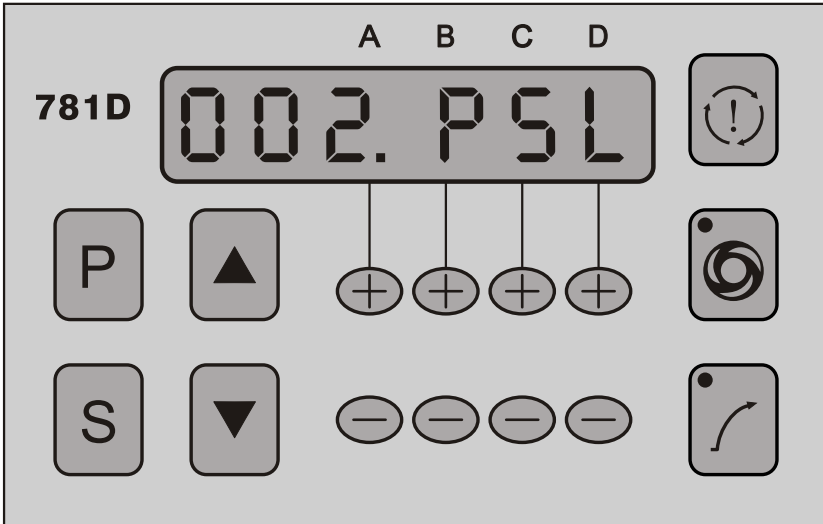

图 5-4：加速曲线调整%（用户参数 002.PSL）参数号选择界面
- 2) 参照步骤4.1“如何进入用户参数”的方法，进入用户参数，用▲或▼键选择参数号到“002.PSL”，如图5-4所示。